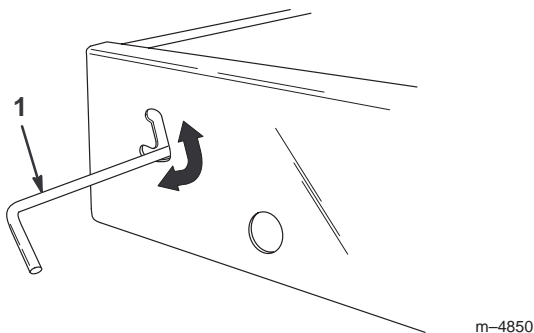

Figure 11
1. Poussez le verrou vers le haut dans la fente découpée dans le châssis (Fig. 11).
3. Pour bloquer le plateau sur le châssis, poussez le verrou en bas de la fente (Fig. 11).